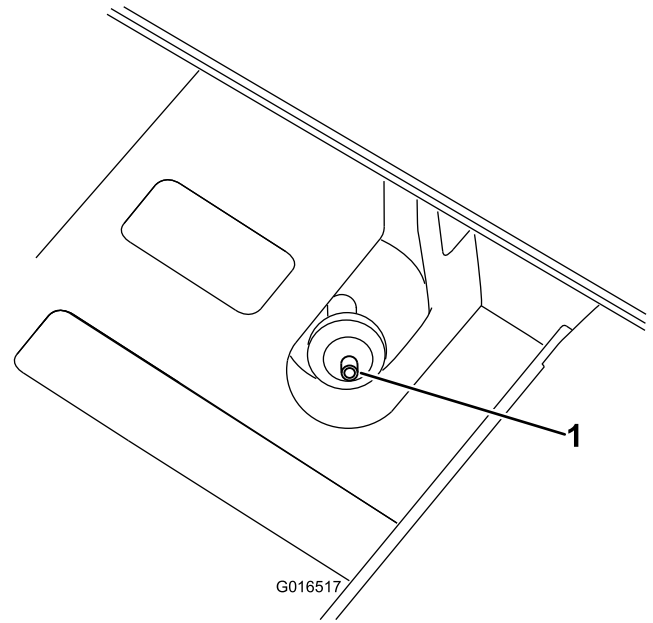

図 25
1. カーボンキャニスタ下部にあるエアフィルタを探し出す (図 25)。